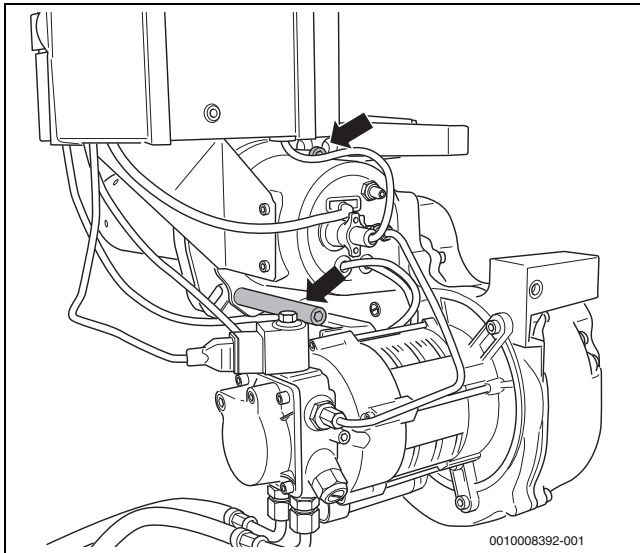

Bild 33 Schrauben der Bajonettbefestigung lösen
- ▶ Die beiden Schrauben der Bajonettbefestigung lösen (→Bild 33, Pfeile).
- ▶ Linksdrehung bis zum Anschlag und die Befestigungsschrauben (→ Bild 33, Pfeile, Seite 23) wieder anziehen.